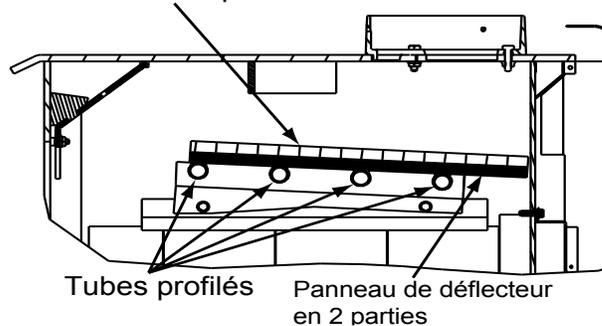

Figure 13.1
1. Confirmez que la position du déflecteur est correcte. Il doit affleurer le tube avant et reposer sur tous les tubes. **Figures 13.1 et 13.2.**